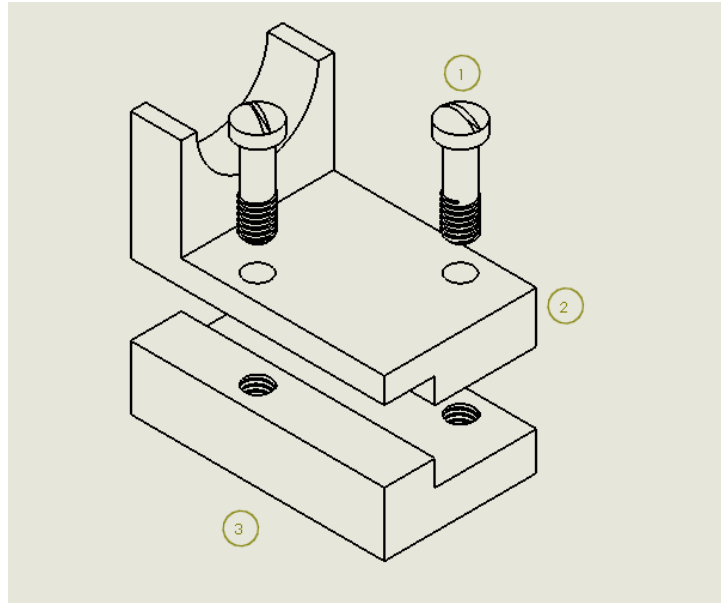

Figura 85. Enumeración completa para identificación de las piezas en el plano de ensamblaje.
- b) Seleccione otro globo y edite el número colocando el que corresponda a cada pieza, y repita este procedimiento con todos los que haya ubicado en el plano. Finalmente, obtendrá un plano como el mostrado en la Figura 85.